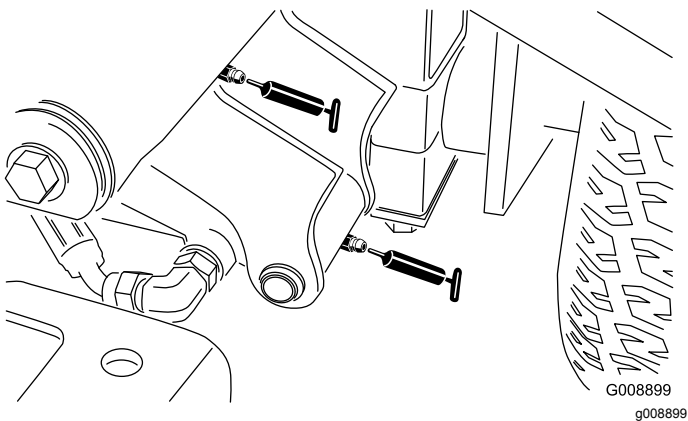

**Figura 53**
- Perno del braccio di sollevamento posteriore e cilindro di sollevamento (2) (Figura 53)